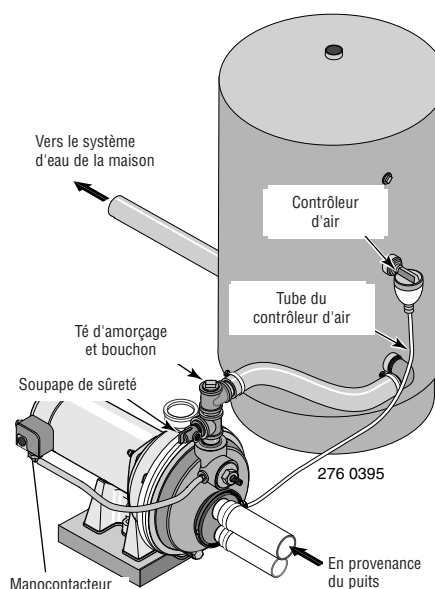

Figure 13 : Branchements sur un réservoir standard
BRANCHEMENT SUR UN RÉSERVOIR STANDARD (Figure 13)
- 4 ° Déposer le bouchon fileté de 1/8 de pouce NPT de l'orifice du contrôleur d'air de la pompe (voir la Figure 13). Poser un tube entre l'orifice du contrôleur d'air de la pompe et l'orifice du contrôleur d'air monté sur le réservoir. Pour plus de détails, se reporter aux instructions fournies avec le réservoir et le contrôleur d'air.